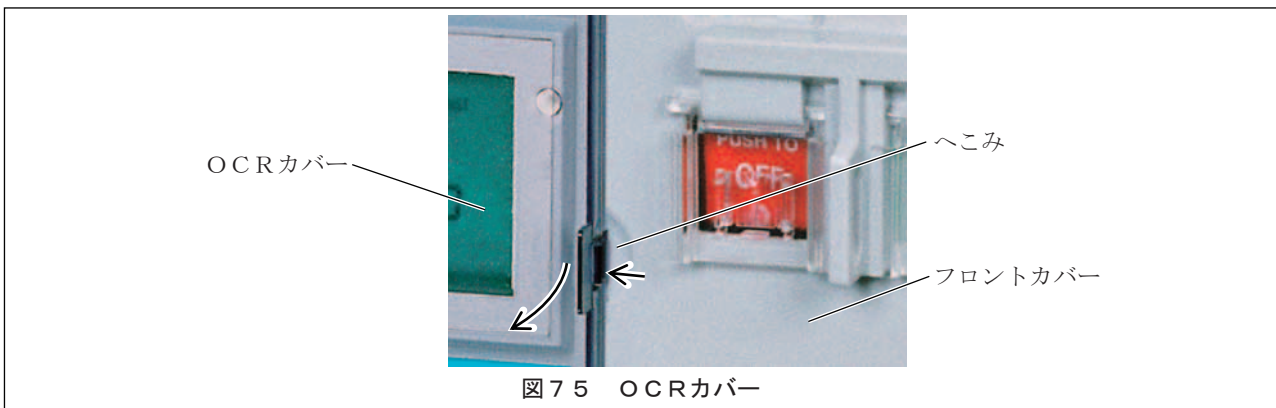

図75 OCRカバー
- 1) 図75に示すOCRカバーの右端のフロントカバーへこみに指を入れ、OCRカバーを左に押して開き止めの掛かりを外し、OCRカバーを開きます。OCRカバー施錠時は、開錠してからOCRカバーを開きます。